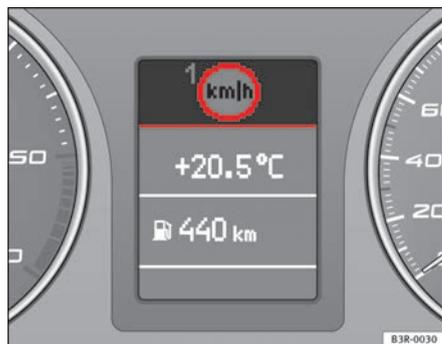

Fig. 56 Pantalla: Aviso sobre la velocidad
El dispositivo de aviso sobre la velocidad advierte al conductor cuando éste sobrepasa una velocidad máxima programada previamente. En cuanto la velocidad del vehículo sobrepase en unos 10 km/h la velocidad programada, se emite una señal acústica de aviso. Al mismo tiempo aparece un símbolo de advertencia en la pantalla digital ⇒ página 87, fig. 56.
El símbolo del dispositivo de aviso sobre la velocidad en la pantalla  del límite de aviso 1 ⇒ página 87, fig. 56 se visualiza si se supera la velocidad máxima programada. Se apagará de nuevo cuando la velocidad del vehículo sea inferior a la velocidad máxima programada.
- Pulse la tecla CHECK hasta que aparezca el símbolo  ⇒ página 87, fig. 56.